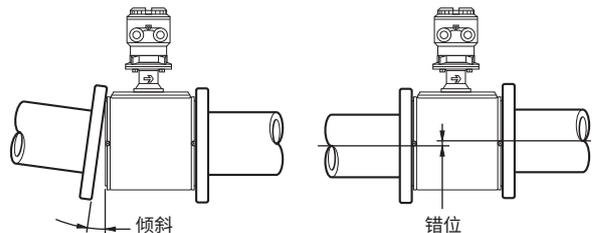

图3.2.2 倾斜和错位的流量计配管
- (1) 安装流量计前,调整错位或倾斜的管道,以及安装法兰间的间隙(请参阅图3.2.2)。